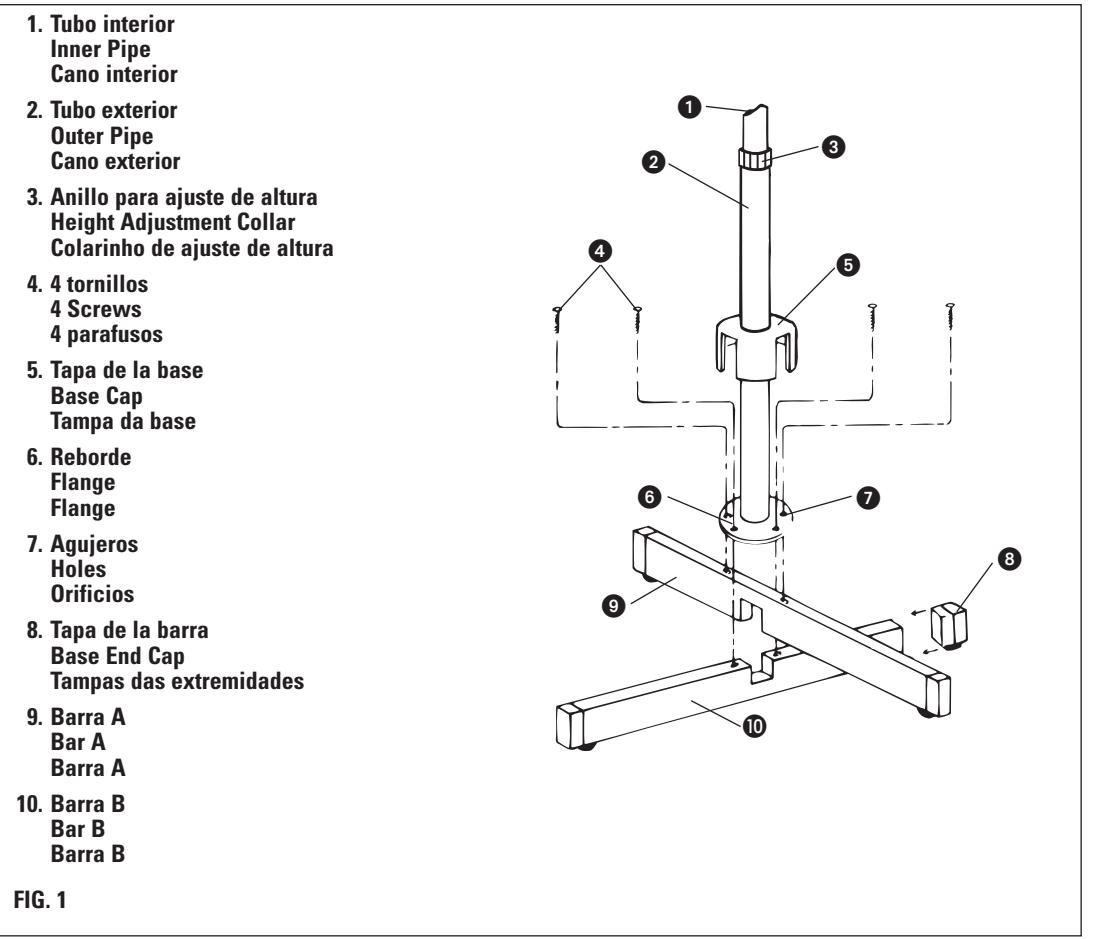

FIG. 1
2. Afloje y retire los cuatro tornillos de las barras A y B. Cruce las 2 barras como se muestra en Fig. 1 y alinee los cuatro agujeros con aquellos en el reborde. Asegure el reborde a las barras con los cuatro tornillos. Deslice hacia abajo la tapa de la base sobre lo ensamblado.
2. Loosen and remove the four screws from bar A and bar B. Cross the 2 bars as shown in Fig. 1 and align the four holes with those on the flange. Secure the flange to the bars with the four screws. Slide the base cap down over the assembly.